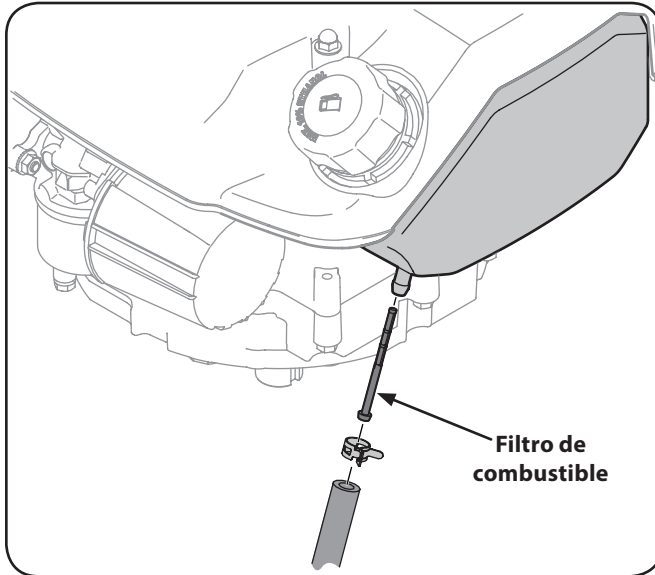

Figure 6-8
2. Quite la c-abrazadera de la línea de combustible y quite la línea de combustible de la salida de tanque. Ver la Figure 6-8.